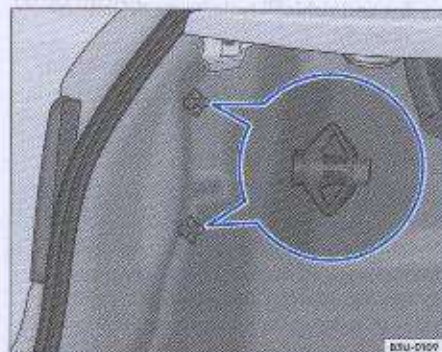

Fig. 146 Remoción de la luz trasera en la carrocería
- Suelte los tornillos mariposas ⇒ fig. 146 y remuévalos, agarrando, al mismo tiempo, el conjunto de las linternas.
- Instale los tornillos mariposas ⇒ fig. 146 y apriételos.